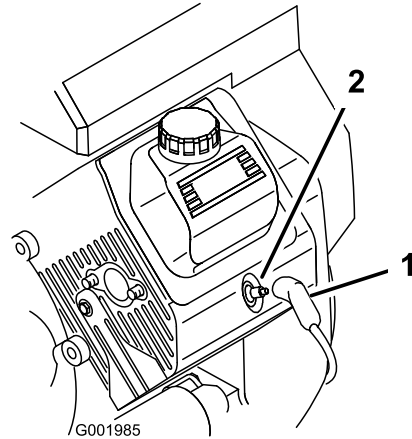

图42
3. 将电线拉离火花塞（图42）。
3. 将电线推到火花塞上（图42）。